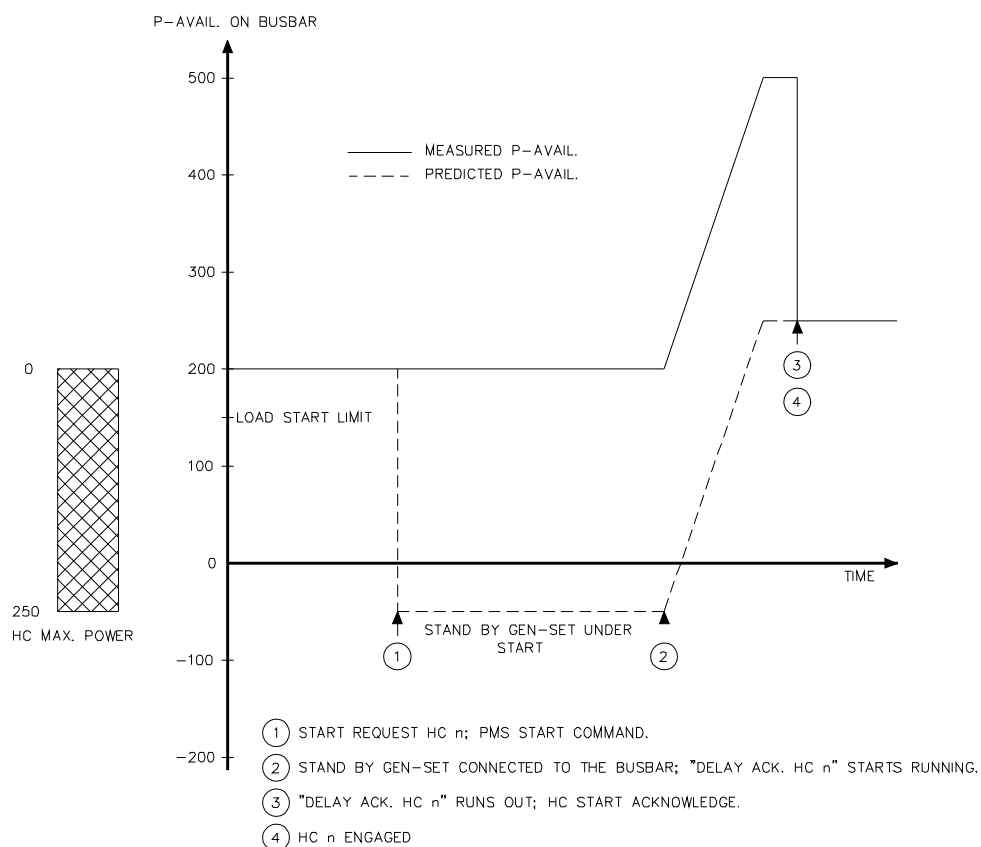

Рис.34 Диаграмма процесса пуска резервного ДГ при заявке на пуск мощного потребителя НСп.
Процесс пуска мощного потребителя, для случая когда ожидаемый резерв мощности на шинах ГРЩ окажется меньше 0 представлен на рис. 34, где: (1) запрос старта мощного потребителя HC_n (его мощность 250 KWT), и команда PMS на пуск резервного ДГ; (2) резервный генератор подключается к шинам ГРЩ, запускается выдержка времени «DELAY ASK. HC_n »; (3) окончание выдержки времени «DELAY ASK. HC_n », разрешение пуска HC_n ; (4) включение HC_n .